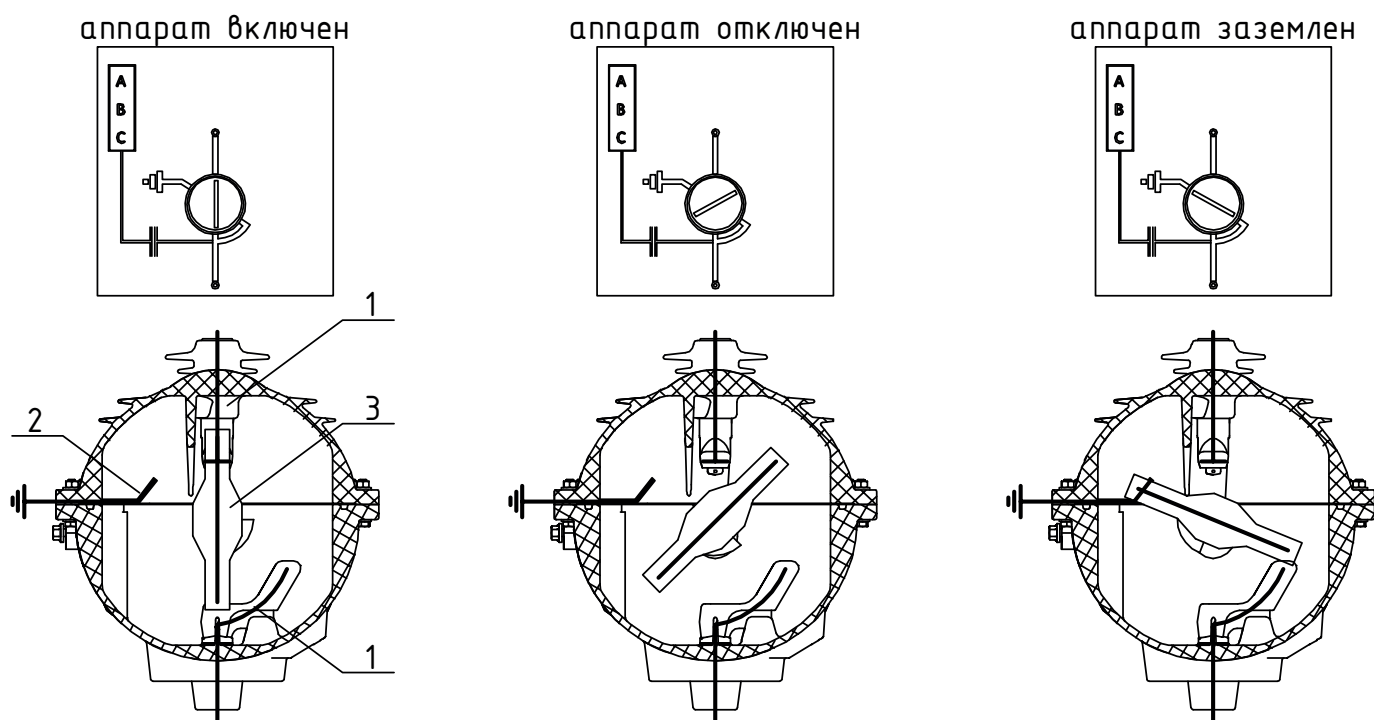

Рис. 3 Положения подвижных контактов аппарата (положение главной цепи обозначено утолщенной линией)
1.5.2 Внутри корпуса аппарата расположена система главных коммутирующих контактов, которые расположены на общем вращающемся вале. Контакты состоят из неподвижных линейных контактов, неподвижных заземляющих контактов и подвижных контактов (рис. 3). Подвижные контакты выключателя могут занимать три положения – «включено», «отключено» и «отключено-заземлено», что обеспечивает выполнение функций выключателя нагрузки и заземляющего разъединителя коммутационным аппаратом.